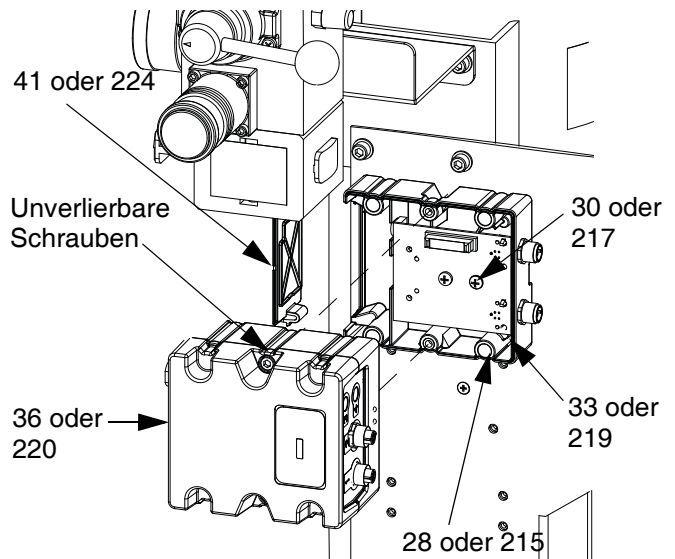

ABB. 55. FCM entfernen
4. Schrauben (28 oder 215) und Erdungsschraube (30 oder 217) von Basis (33 oder 219) entfernen. Siehe ABB. 55.
7. Wahlschalter auf „A“ für Ram A oder auf „B“ für Ram B einstellen. Siehe ABB. 55.